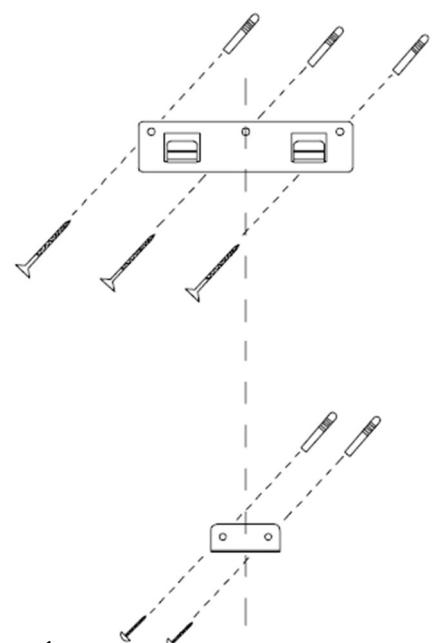

Рис.1
3. Произведите замеры, ориентируясь на расположение крепёжных отверстий на обратной стороне вытяжки, и сделайте отметки на стене для установки двух металлических скоб: сверху (на ней будет подвешена вытяжка) и снизу (для фиксации вытяжки). Для установки верхней скобы просверлите три отверстия в стене для трёх винтов ST5\*50. Закрепите скобу, установив в отверстия дюбели и вкрутив винты. Для установки нижней скобы просверлите два отверстия в стене для двух винтов ST4.2x30. Закрепите скобу, установив в отверстия дюбели и вкрутив винты (см. Рис.1).